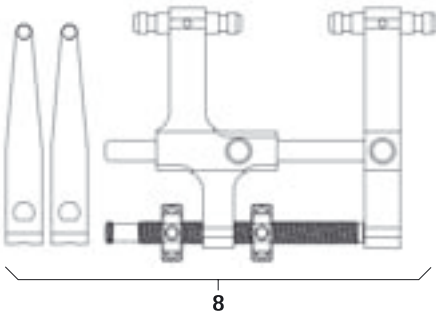

Afb. 13
- Schuif dit geheel in de FRI-buithuls, zie Afb. 13.